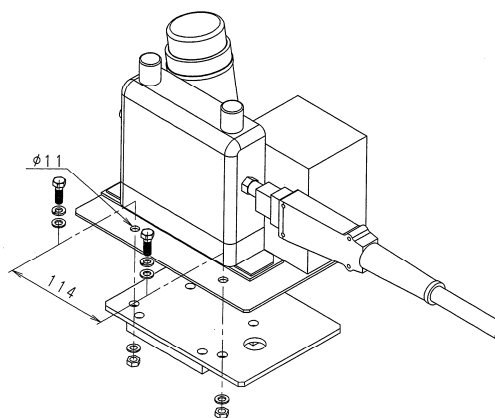

图 1.2 送丝机的安装（步骤 2）
2. 请参阅图 1.2 将送丝机安装在固定支架上。安装时，使用送丝机附属的内六角螺栓·垫圈·螺母。